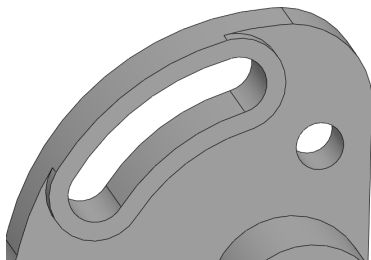

图 14-47 创建孔对象
(4) 再次弹出【孔】属性管理器, 选择【完全贯穿】选项, 设置【孔直径】为 12, 单击【确定】按钮, 创建孔对象, 如图 14-47 所示。